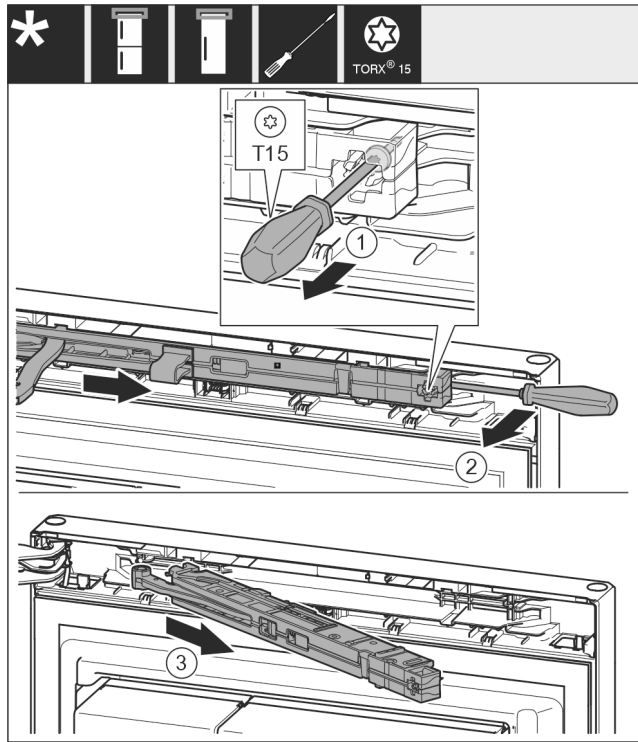

Fig. 12
- Lironi vidën Fig. 12 (1) në njësinë e amortizatorit të mbylljes me kaçavidë 14 mm.
- Ngrini lart nga përpara njësinë e amortizatorit të mbylljes Fig. 12 (2) në anën e dorezës me një kaçavidë.
- Nxirni jashtë njësinë e amortizatorit të mbylljes Fig. 12 (3).